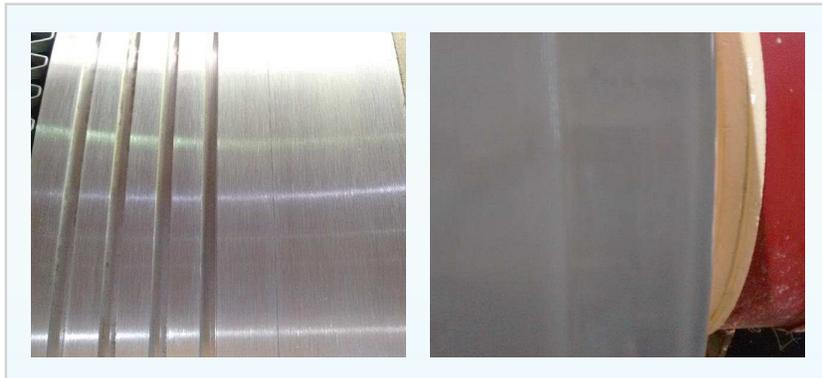

Figura 8: *Fixação por cola.*
- **Pegamento:** aplicación de pegamento sobre la tela en regiones con ranuras, ubicadas en la superficie próxima al borde del filtro, según muestra la figura 8;